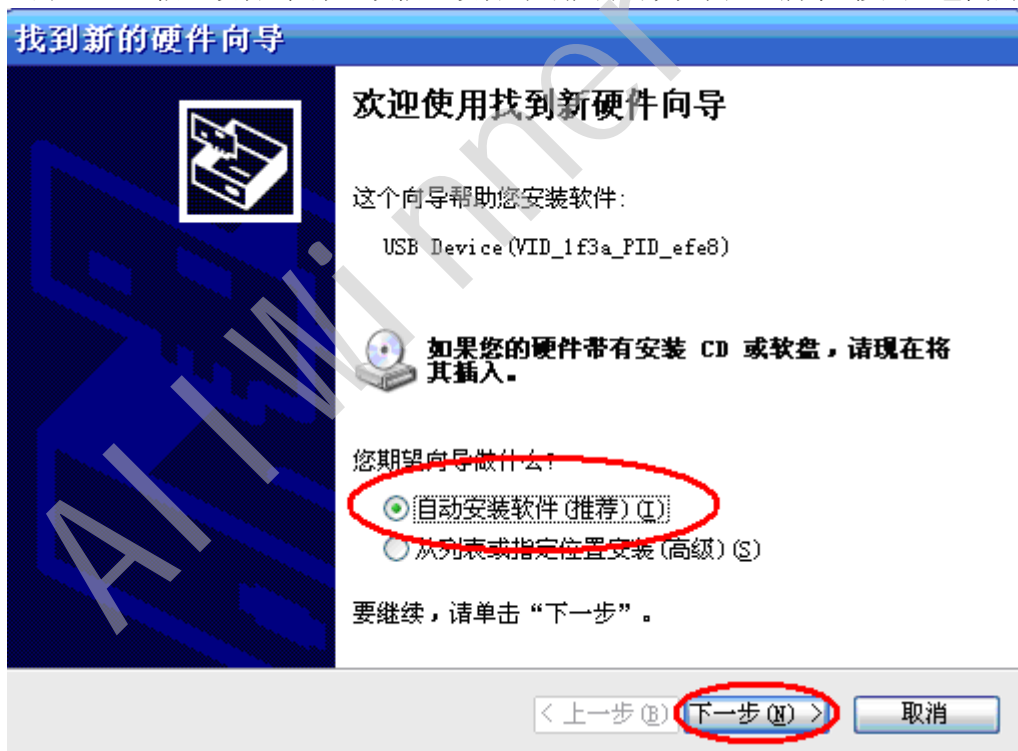

图 3.5
B. 启动量产软件，点击  启动  按钮，进入等待量产状态，在主界面的右上方指示灯变成  时向电脑上的 USB 口插入设备。在第一次插入设备时可能会出现如图 3.5 所示。按照红色圈的选择操作即可。